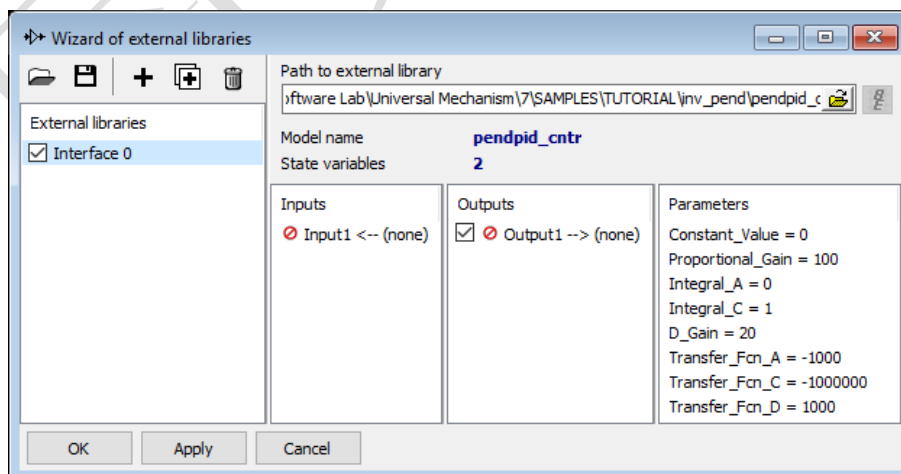

图 3.9 添加一个外部库
5. 在右上角 **Path to external library** 处点击按钮 ，选择在 **Matlab** 里编译的动态链接库文件 **pendpid_cntr.dll**，如图 3.9 所示。
6. 在图 3.9 页面左侧，勾选 **Interface0**。